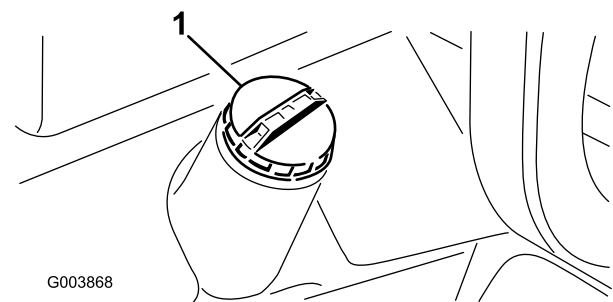

Bild 26
1. Schrauben Sie den Tankdeckel ab (Bild 26).